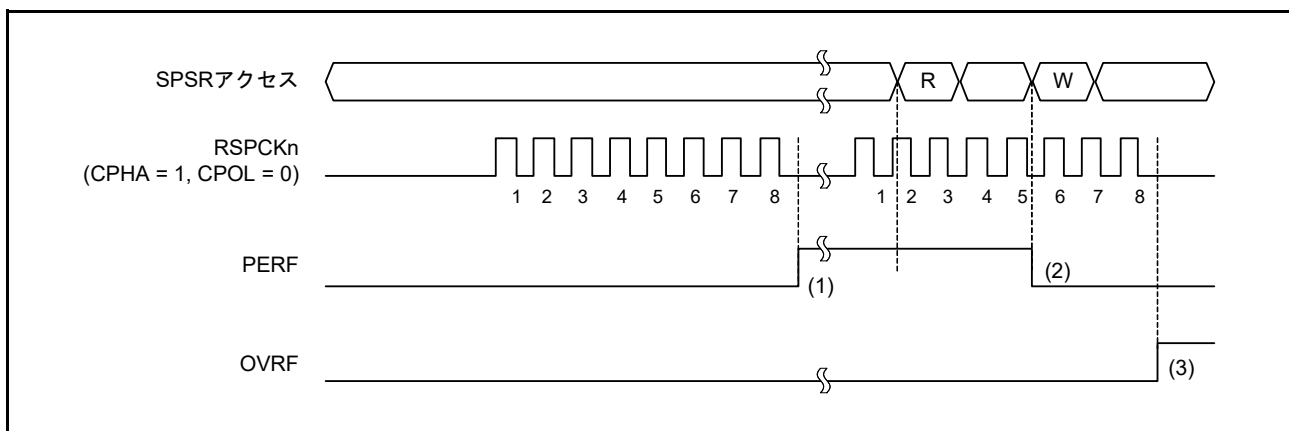

図 30.31 OVRF フラグおよび PERF フラグの動作例
図 30.31 に、OVRF フラグと PERF フラグの動作例を示します。図 30.31 に記載の“SPSR アクセス”は、SPSR レジスタへのアクセス状況を示しています。“W” は書き込みサイクル、“R” は読み出しサイクルを示しています。この例では、SPCR.TXMD ビットが 0、SPCR2.SPPE ビットが 1 の状態で全二重同期式シリアル通信を行います。SPCMD0.CPHA ビットが 1、SPCMD0.CPOL ビットが 0 の設定で、SPI が 8 ビットのシリアル転送を実行しています。RSPCKn 波形の下に記載した数字は RSPCK サイクル数 (= 転送ビット数) を示しています。
以下に、図 30.31 の (1) ~ (3) に示したタイミングでのフラグ動作を説明します。
- (1) SPI がオーバーランエラーを検出せず、シリアル転送が終了すると、SPI はシフトレジスタのデータを受信バッファにコピーします。このとき、SPI が受信データをチェックし、パリティエラーを検出すると PERF フラグを 1 にします。
- (2) PERF フラグが 1 の状態で SPSR レジスタを読んだ後、PERF フラグに 0 を書くと、PERF フラグが 0 になります。
- (3) SPI がオーバーランエラーを検出し、シリアル転送が終了すると、シフトレジスタのデータを受信バッファにコピーしません。このとき、SPI はパリティエラーを検出しません。